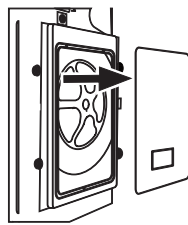

Fig. 4
1. Retire la cubierta trasera (fig. 4).